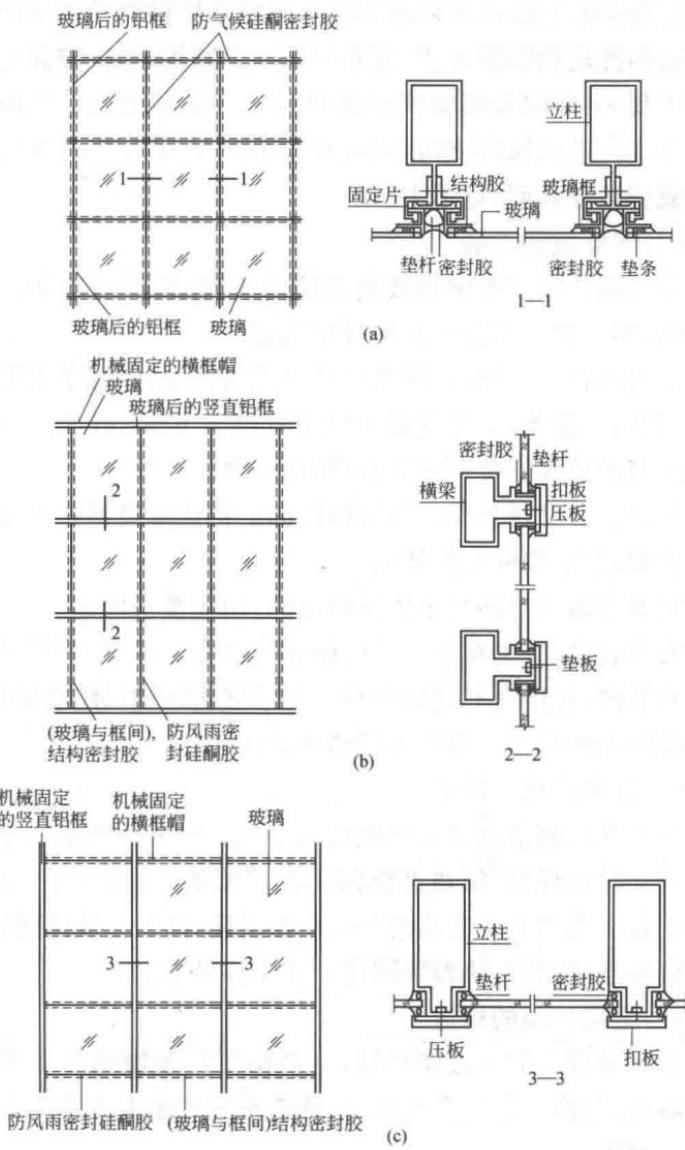

图 1-2 玻璃幕墙构造示意图
粘贴在玻璃框上。玻璃框之间用结构密封胶密封。玻璃为各种颜色镀膜镜面反射玻璃，玻璃框及铝合金框格体系均隐在玻璃后面，从外侧看不到铝合金框，形成一个大面积的有颜色的镜面反射屏幕幕墙，见图 1-2(a)。这种幕墙的全部荷载均由玻璃通过胶传给铝合金框架。
① 竖隐横不隐玻璃幕墙。这种玻璃幕墙只有立柱隐在玻璃后面，玻璃安放在横梁的玻璃镶嵌槽内，镶嵌槽外加盖铝合金压板，盖在玻璃外面，见图 1-2(b)。这种体系一般在车间将玻璃粘贴在两竖边有安装沟槽的铝合金玻璃框上，将玻璃框竖边再固定在铝合金框格体系的立柱上；玻璃上、下两横边则固定在铝合金框格体系横梁的镶嵌槽中。由于玻璃与玻璃框的胶缝在车间内加工完成，材料粘贴表面洁净有保证，况且玻璃框是在结构胶完全固化后才运往施工现场安装，所以胶缝强度得到保证。